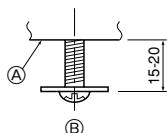
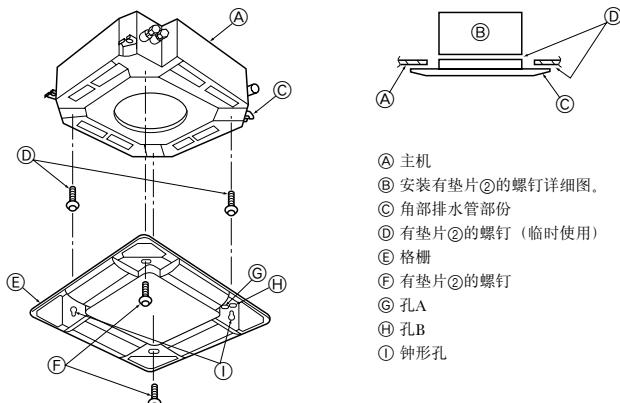

Fig. 5-5
Fig. 5-6
5.4.1. 准备 (Fig. 5-5)
- 如图所示，用垫片②将两枚附带的螺钉旋入主机（在排水管的角位和另一端的角位）。
5.4.2. 临时安装格栅 (Fig. 5-6)